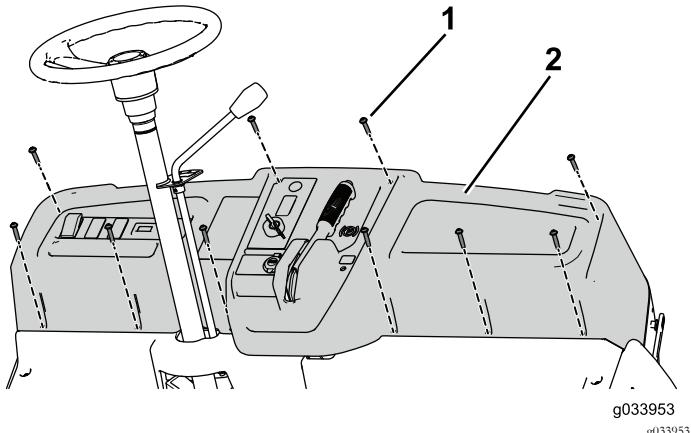

図 12
6. ダッシュボードを固定しているねじ $1/4 \times 1-1/4$ インチ10本を外して回収し、ダッシュボードを部分的に外して、駐車ブレーキ、スロットル、シフトの各ケーブルを外す図12。